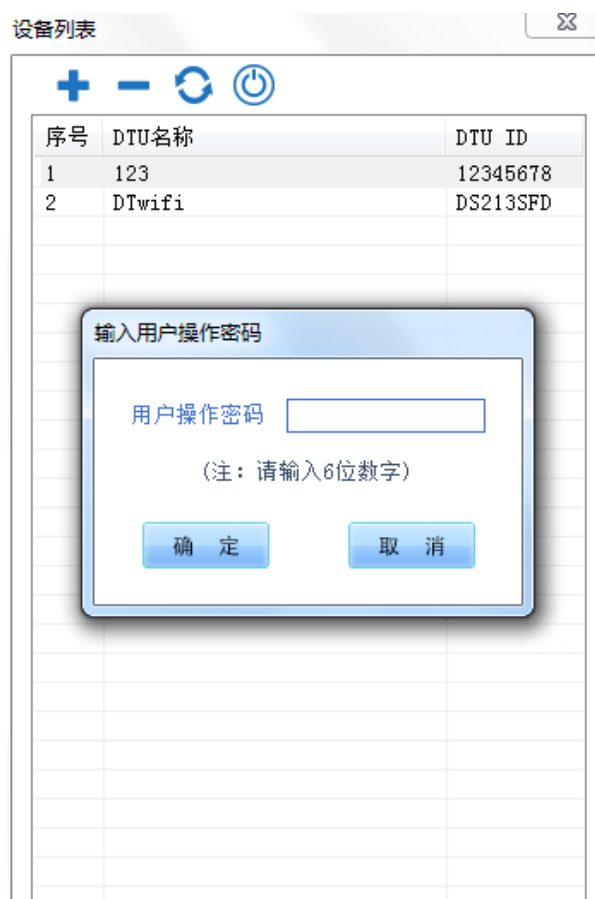

图 2-2-26 用户操作密码输入界面
5) DTU 绑定成功后，在设备列表中鼠标双击相应的 DTU，将弹出用户操作密码输入窗口（如图 2-2-26 所示），输入密码，点击“确定”按钮；若校验成功，将进入相应 DTU 信息界面（如图 2-2-27 所示）。